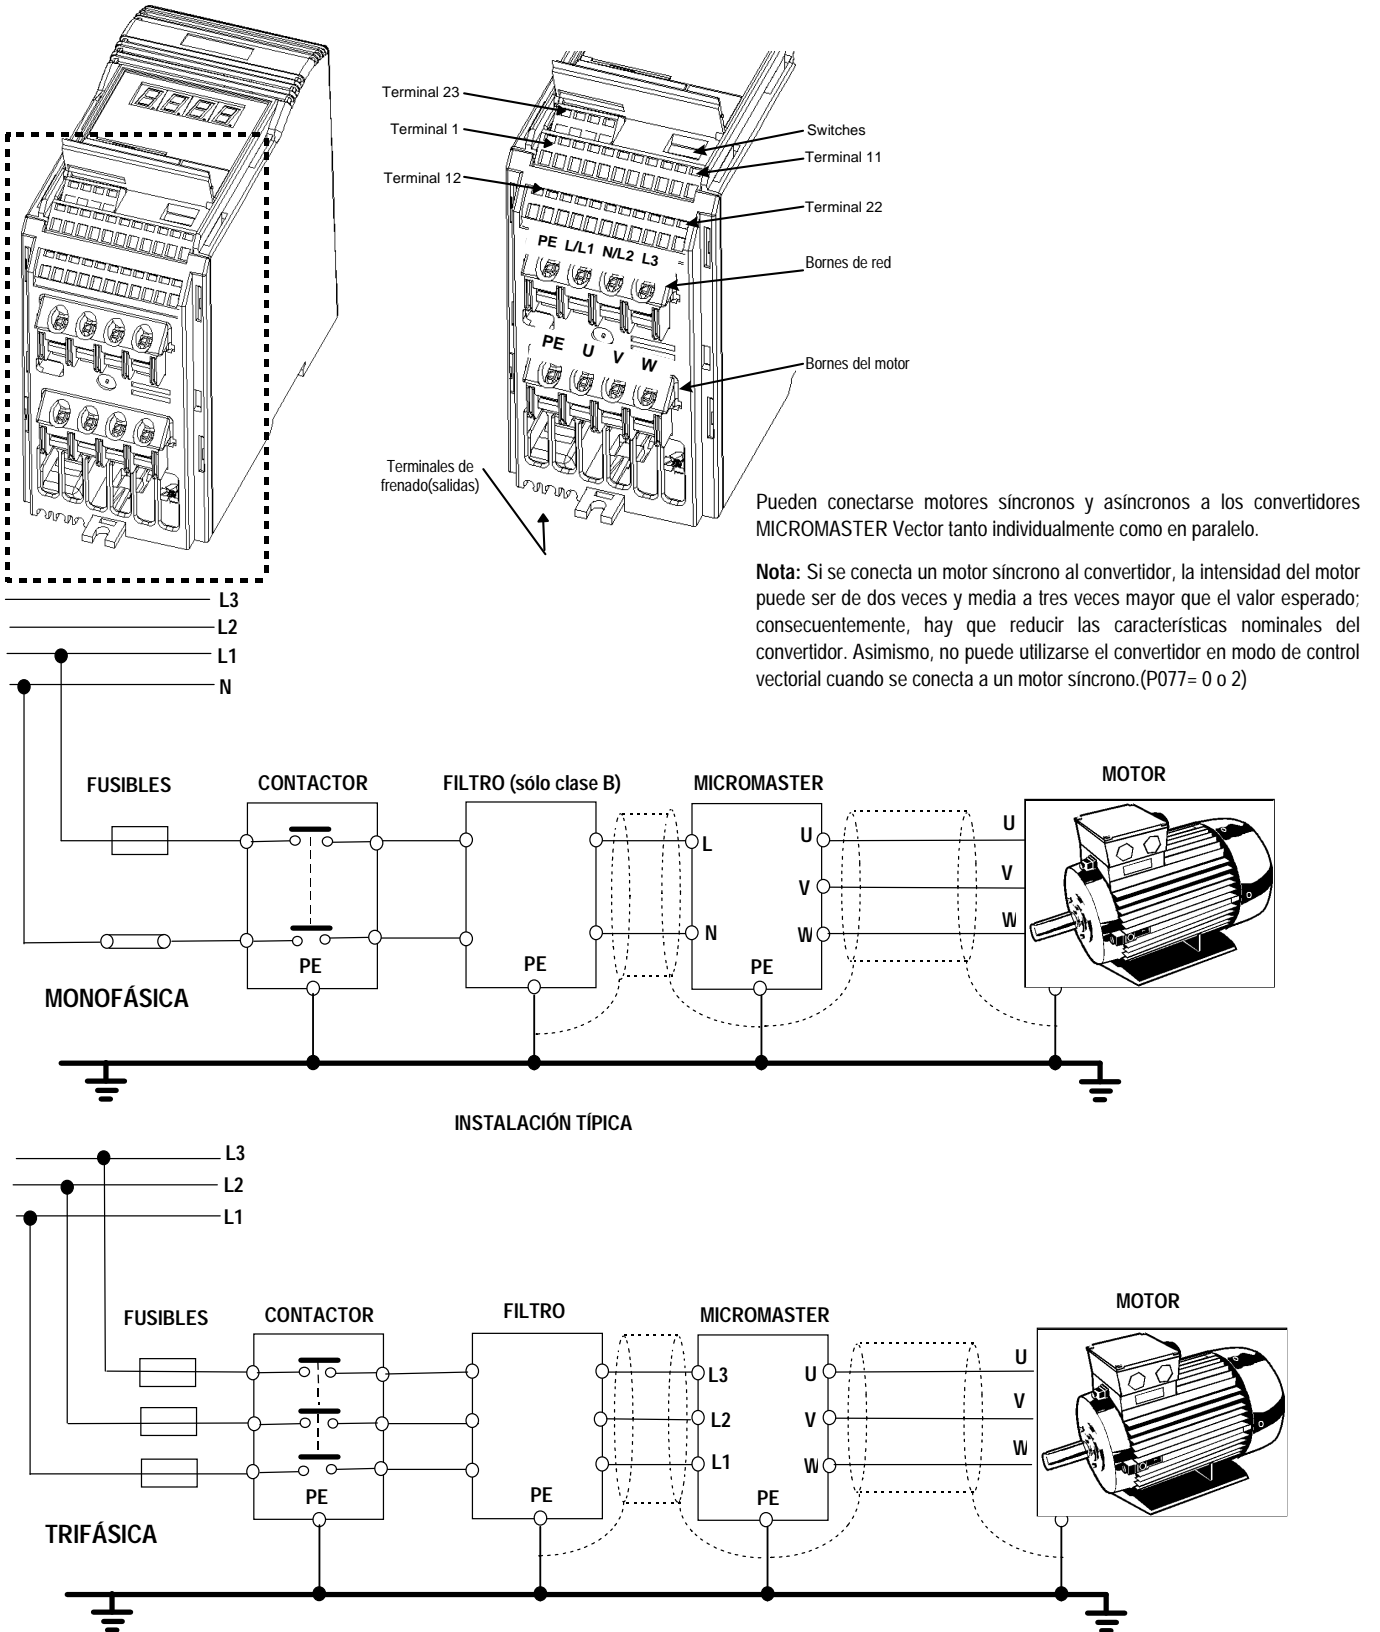

Figura 3: Conexiones MICROMASTER Vector - Tamaño A
Las conexiones eléctricas en el MICROMASTER se muestran en la Figura 3.
2. Conecte la entrada de alimentación directamente a los bornes de potencia L/L1 - N/L2 (sistema monofásico) o L/L1, N/L2, L3 (sistema trifásico), y tierra (PE) tal como se muestra en la figura 3, utilizando un cable de tres conductores en equipos monofásicos o un cable de cuatro conductores en equipos trifásicos. Los datos correspondientes a la sección de los conductores figuran en la sección 8.
3. Utilice un cable de cuatro conductores para conectar el motor. El cable se conecta a los bornes U, V, W del motor y la tierra (PE) (véase la figura 3).
La disposición de bornes en el tamaño B es similar al tamaño A (véase la figura 3). Consulte las figuras 3, 4, 4A y 4B y proceda del siguiente modo:
12. Conecte los conductores de entrada de alimentación a los bornes de potencia L/L1 - N/L2 (sistema monofásico) o L/L1, N/L2, L3 (sistema trifásico), y tierra (PE) (véase la figura 3) y apriete los tornillos.
13. Conecte los conductores del motor a los bornes U, V, W del motor y tierra (PE) (véase la figura 3) y apriete los tornillos.
La disposición de bornes en el tamaño C es similar al tamaño A (véase la figura 3).
8. Conecte los conductores de entrada de alimentación a los bornes de potencia L/L1 - N/L2 (sistema monofásico) o L/L1, N/L2, L3 (sistema trifásico), y tierra (PE) (véase la figura 3) y apriete los tornillos.
9. Conecte los conductores del motor a los bornes U, V, W del motor y tierra (PE) (véase la figura 3) y apriete los tornillos.
Los interruptores DIP realizan la selección entre entradas analógicas de tensión (V) y de intensidad de corriente (I) y, asimismo, realizan la selección entre una señal de retroalimentación PID de tensión o de intensidad de corriente (véase la figura 16 Interruptores selectores DIP). Sólo se puede tener acceso a estos interruptores cuando la aleta de la tapa frontal está levantada (véase la figura 3).